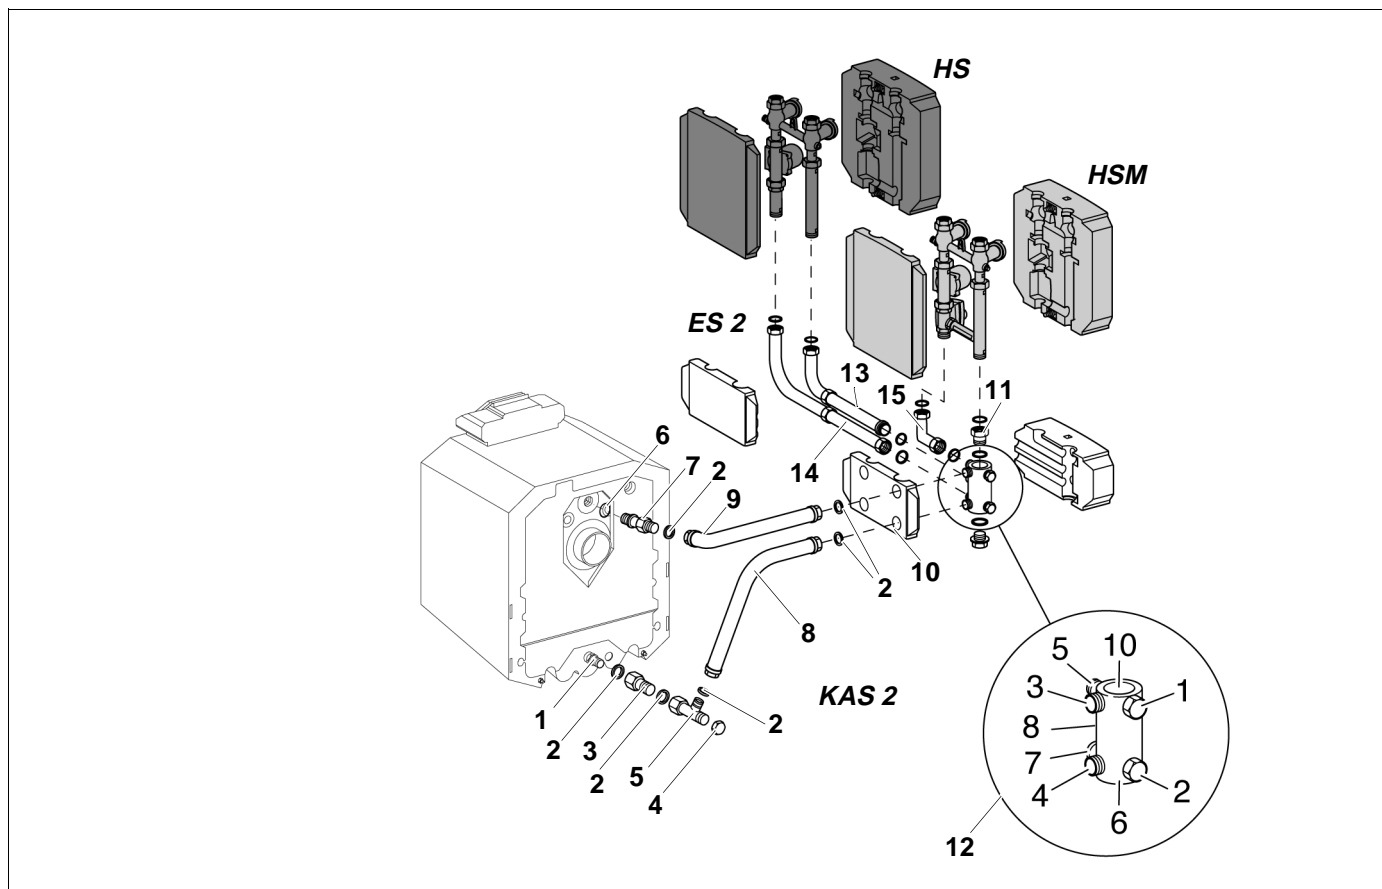

Fig. 7 Montaggio parallelo laterale a sinistra
Legenda Fig. 7
La numerazione degli allacciamenti sul collettore di distribuzione multifunzione montato deve corrispondere esattamente a quella riportata in Fig. 7, altrimenti gli allacciamenti della mandata e del ritorno della caldaia non corrispondono a quelli del circuito di riscaldamento!
- Posizionare il tubo di ritorno (8) con il lato lungo rivolto verso il basso sull'uscita laterale del pezzo a T (5), inserire la guarnizione e serrare il collegamento a vite.
- Posizionare in orizzontale il lato corto del tubo di ritorno e serrare il collegamento a vite tra il pezzo di prolunga (3) e il pezzo a T (5).
- Nella parte posteriore avvitare il tappo (4) sul pezzo a T (5).
- Ritagliare il guscio termoisolante (10) e inserirlo sul tubo di mandata e quello di ritorno.
- Avvitare il collettore di distribuzione multifunzione (12) con l'uscita Nr. 3 al tubo di mandata (9).
- Avvitare il collettore di distribuzione multifunzione con l'uscita Nr. 4 al tubo di ritorno (8).
- Avvitare l'adattatore (11) dall'alto all'uscita Nr. 10 del collettore.
- Inserire le guarnizioni nel raccordo filettato ad angolo (15) e avvitare il raccordo filettato ad angolo con il lato lungo all'uscita Nr. 5 del collettore di distribuzione multifunzione.
- Inserire le guarnizioni nell'adattatore (11) e nel raccordo filettato ad angolo (15).
- Avvitare il set del circuito di riscaldamento con miscelatore (HSM) o senza miscelatore (HS) come illustrato in Fig. 7.